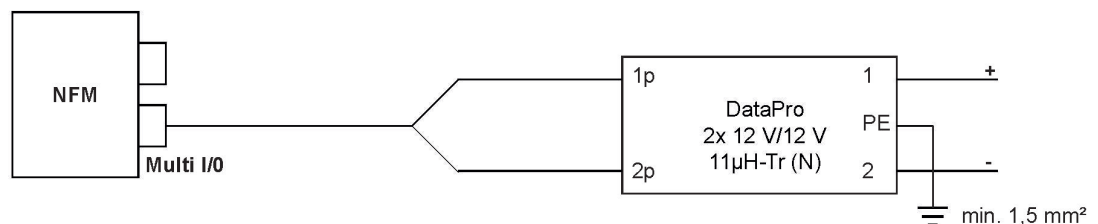

Abb. 24-5 Überspannungsschutz für Spannungsversorgung DC allgemein
Bei **direkter externer Spannungsversorgung** über 12 V DC (z. B. bei Solarspeisung) den Typen DataPro 2x1 12V/12V-11µH-Tr(N) für Nicht-Ex (Abb. 24-5).